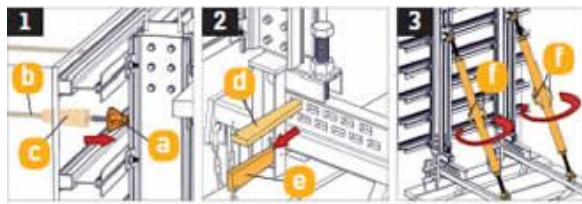

Figura 7 – Procedimento de desenforma
- Desprender a porca borboleta que fixa o tirante ao cone de posicionamento. Em seguida, soltar a cunha horizontal da mísula e a cunha vertical. Finalizar esta etapa girando as alças do aprumador, de modo a permitir uma inclinação da fôrma. Todo o processo deve ser executado sem que haja pessoas ou materiais no andaime inferior (figura 7).